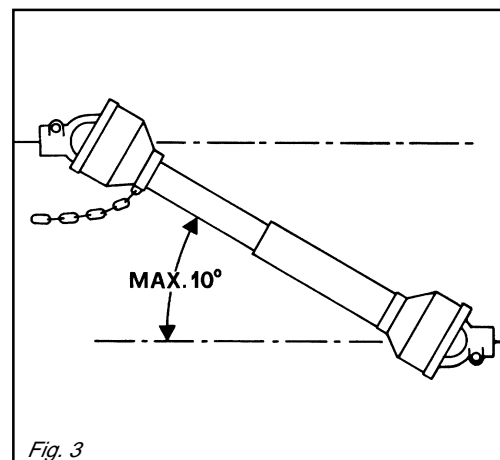

Fig. 3
- 39)** Disinserire, sempre, la presa di forza quando l'albero cardanico fa un angolo troppo aperto (mai oltre i 10 gradi - Fig. 3) e quando non viene usata.
- 39)** Always disengage the pto when the cardan shaft is set at an excessively open angle (never beyond 10 degrees - Fig. 3) and when it is not in use.
- 39)** Die Zapfwelle immer ausschalten, wenn die Gelenkwelle einen zu großen Winkel einnimmt (nie über 10 Grad - Abb. 3) und wenn sie nicht gebraucht wird.